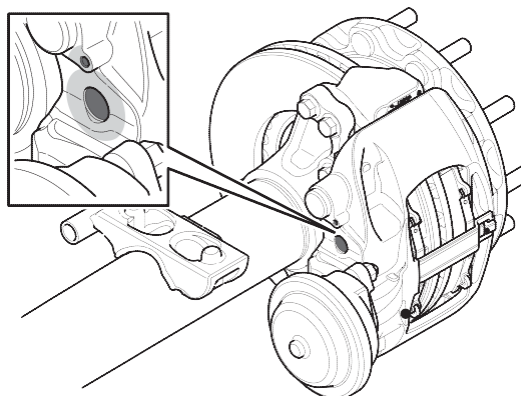

Figura 99. Posição de limpeza PWS/PWIS
1. Limpe em torno da posição do sensor com um pano (ver figura 99).